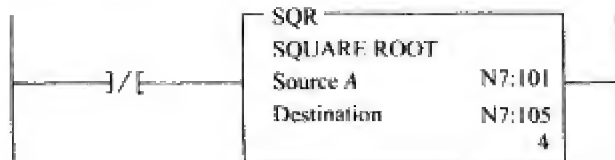

图 11-28
11. 参考图 11-28, 当梯级变为真时, N7:101 中的数据是多少?